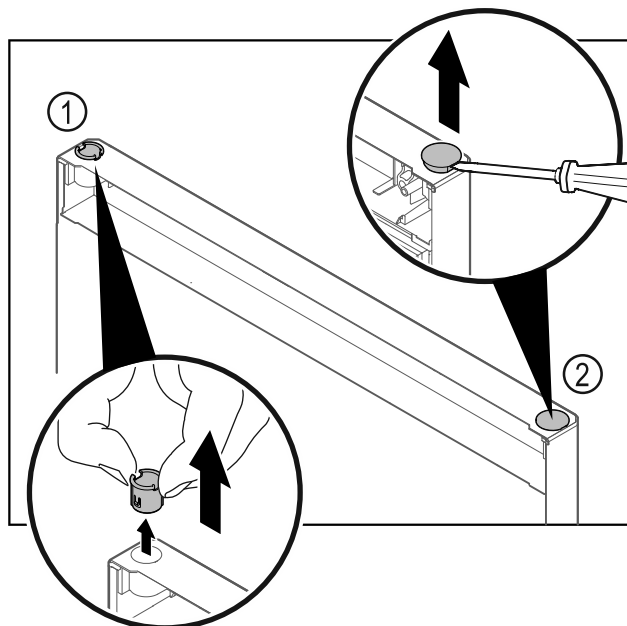

Fig. 27
- Изтеглете с пръсти втулката на пантата Fig. 27 (1).
- С плоска отвертка внимателно повдигнете покриващата тапа Fig. 27 (2) и я извадете.